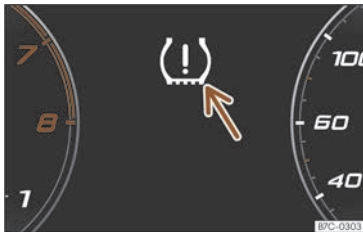

Fig. 231 Cadro de instrumentos: aviso de perda de presión dos pneumáticos.
Se cambia o perímetro de rodamento dunha ou máis rodas, o indicador de control de presión dos pneumáticos indícaa no cadro de instrumentos a través do indicador e dun aviso ao condutor >>> **fig. 231**. Sempre e cando estea afectado soamente un pneumático, indícarase a posición deste no vehículo.
- Cando as rodas están sometidas a cargas moi pesadas, por exemplo, a carga elevada, a presión de inflamento débese aumentar ata a presión de inflamento de carga total recomendada antes da calibración >>> **fig. 231**.